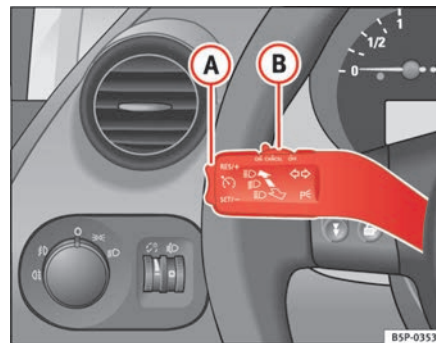

Fig. 146 Palanca de intermitentes y de luz de carretera: mando y tecla basculante para el regulador de velocidad
- Cuando se haya alcanzado la velocidad que se quiere programar, pulse brevemente la parte inferior de la tecla basculante **SET/-** ⇒ fig. 146 **(A)** una vez.